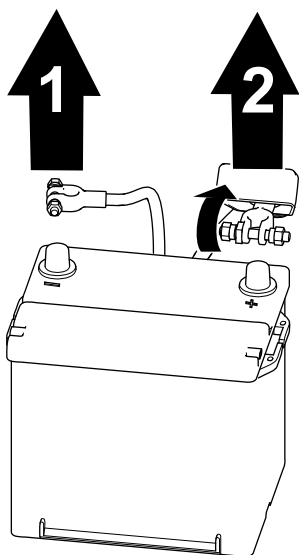

Figure 59
1. Débranchez le câble négatif de la borne de la batterie (Figure 59).
2. Soulevez le capuchon isolant et débranchez le câble positif de la borne de la batterie (Figure 59).